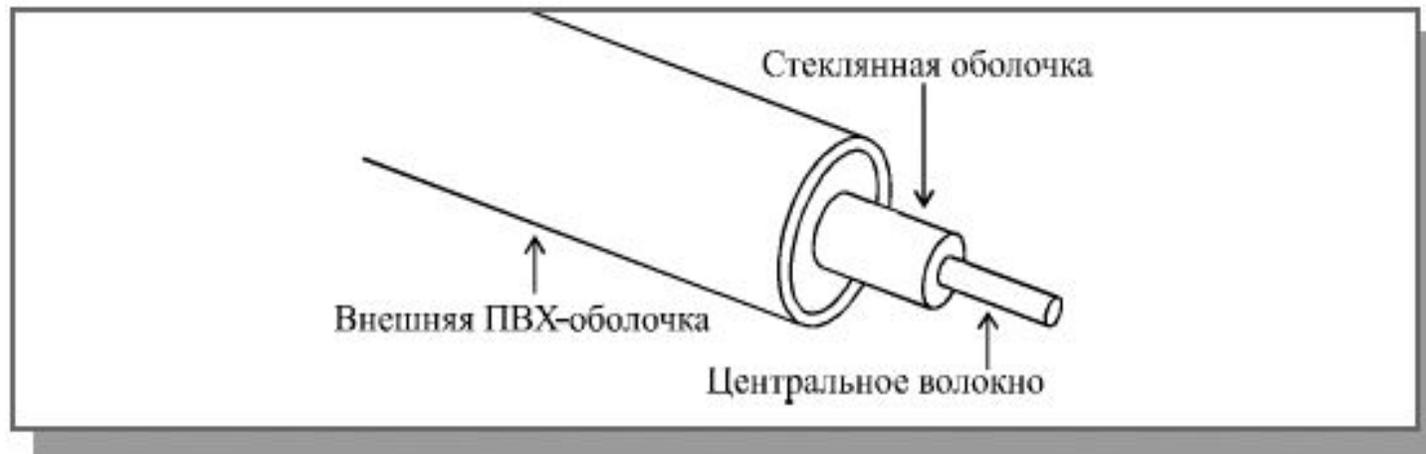

Рис. 2.4. Структура оптоволоконного кабеля
- ▶ Структура оптоволоконного кабеля очень проста и похожа на структуру коаксиального электрического кабеля (рис. 2.4). Только вместо центрального медного провода здесь используется тонкое (диаметром около 1 - 10 мкм) стекловолокно, а вместо внутренней изоляции - стеклянная или пластиковая оболочка, не позволяющая свету выходить за пределы стекловолокна. В данном случае речь идет о режиме так называемого полного внутреннего отражения света от границы двух веществ с разными коэффициентами преломления (у стеклянной оболочки коэффициент преломления значительно ниже, чем у центрального волокна). Металлическая оплетка кабеля обычно отсутствует, так как экранирование от внешних электромагнитных помех здесь не требуется. Однако иногда ее все-таки применяют для механической защиты от окружающей среды (такой кабель иногда называют броневым, он может объединять под одной оболочкой несколько оптоволоконных кабелей).